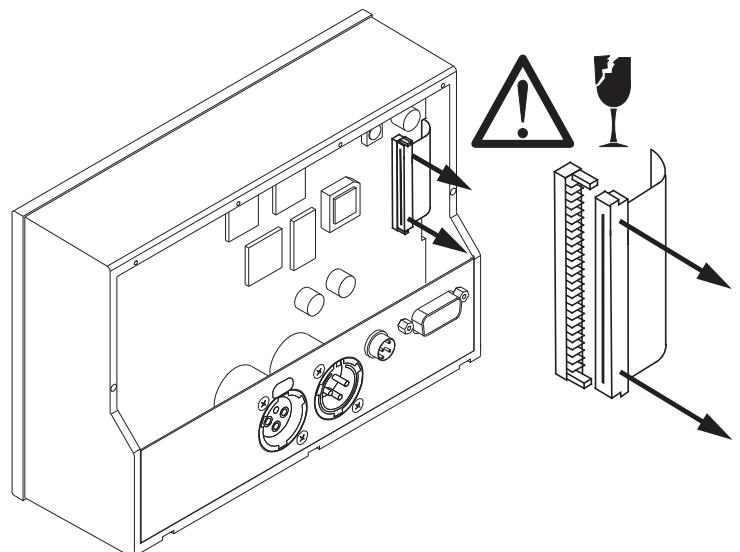

Bild D 7-3: Lösen des Flachband-Anschlusskabels
2. Ziehen Sie vorsichtig das flache Display-Verbindungsleitung von der Anschlussleiste rechts oben auf der Hauptplatine ab. Achten Sie darauf, das Kabel und die Anschlussleiste nicht zu beschädigen! (Bild D 7-3)